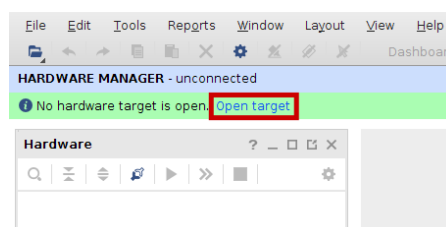

Figura 112. Open target
- e. O *Hardware Manager* abre e informa-o de que não existe nenhum dispositivo de hardware aberto. Abra o dispositivo clicando em *Open target – Auto connect* (Figura 112).